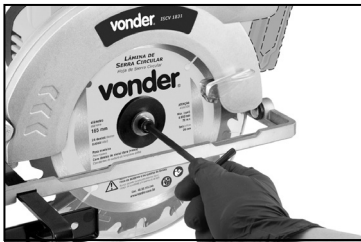

Fig. 5 – Soltando o flange
- b. Solte o flange com a chave allen fornecida e remova a lâmina do eixo, Fig. 5.